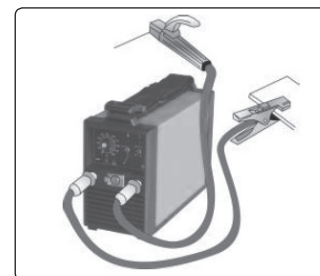

Abb. 8
- 1) Vor dem Anschluss des Inverters an die Stromquelle (Speisungskreislauf) schieben Sie zuerst die Schweißkabelstecker in die Steckdosen im Inverter und sichern Sie diese durch Drehen im Uhrzeigersinn. Dabei wird die Elektrodenzange (siehe Abb. 8) in den meisten Fällen an den positiven Pol des Inverters, und die Erdungszange (Klemme) an den negativen Pol angeschlossen.
- 2) Spannen Sie den Schaft der vollkommen trockenen, umhüllten Elektrode in die Elektrodenzange (siehe Abb. 8). Die Elektrodenhülle darf nicht beschädigt sein. Eine beschädigte Schweißelektrode darf nicht benutzt werden.